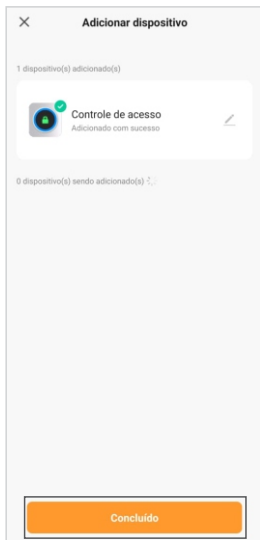

Figura 10
7. Na próxima tela, ao finalizar o processo (figura 10), basta selecionar a opção **"Concluído"** (figura 10), e pronto, a sua fechadura já está sincronizada a sua conta e somente você ou as contas a quem compartilhar, terão acesso a mesma através do aplicativo **"AGL Home"**.